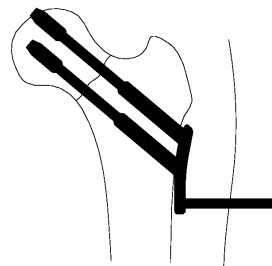

図 1
- 骨折部の整復後、患者皮膚面にテンプレートを置き、イメージインテンシファイヤー（X線透視）で確認しながら近位と遠位の中心間隔（14mm 又は 16mm）を確認します。（図 1）